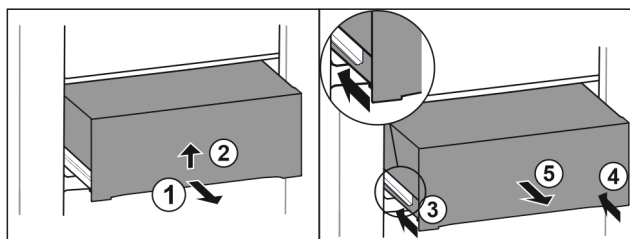

Fig. 43
- ▶ Træk skuffen halvt ud. Fig. 43 (1)
- ▶ Løft skuffen på undersiden. Fig. 43 (2)
- ▶ Skub den venstre skinne ind. Fig. 43 (3)
- ▶ Skub den højre skinne ind. Fig. 43 (4)
- ▶ Tag skuffen ud fremefter. Fig. 43 (5)